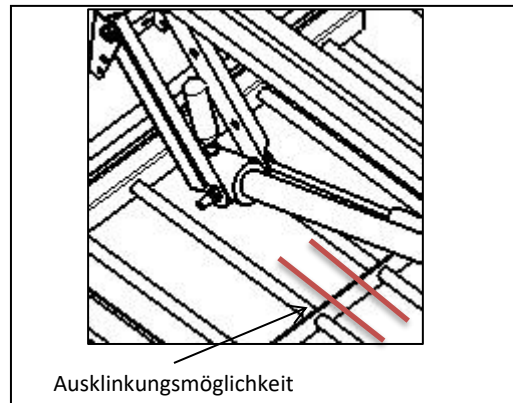

Bild 16
8. Kontrolle ob RWA – Mechanik und Öffner passen. Öffner und Mechanik müssen sich frei bewegen können. Hinweis: Sollten Teile der Mechanik / des Öffners mit einer Querstrebe kollidieren, so kann diese, nach vorheriger Rücksprache mit dem Hersteller, ausgeklinkt werden (**Bild 16**).